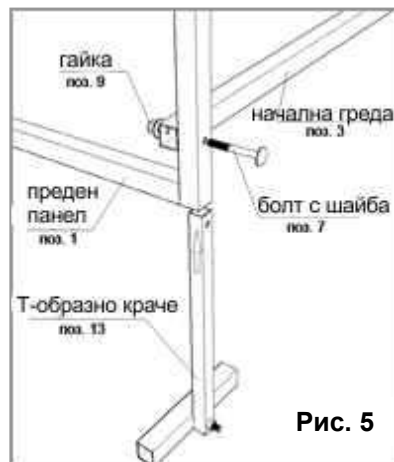

Рис. 5
5.2.2. Съединете с болтове 6x50 мм предния панел с началната греда, като закрепите и крачетата съгласно пробитите отвори (рис. 5).